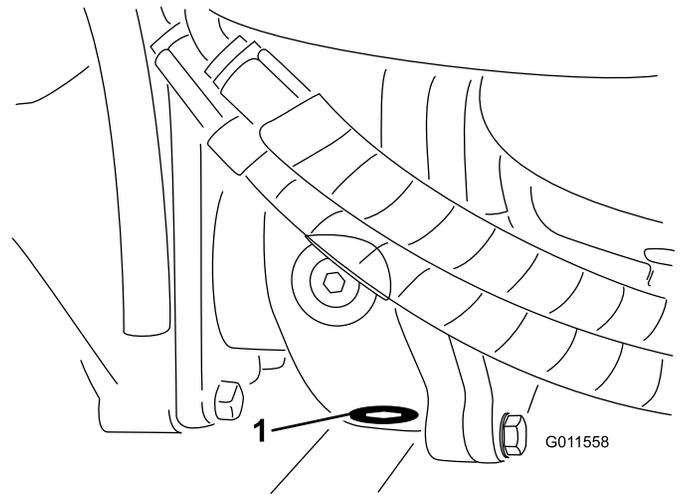

Рисунок 70
- Очистите область вокруг пробки сливного отверстия в нижней части редуктора (Рисунок 70).